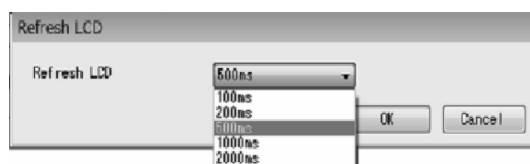

図80
③ 図80のように、「Refresh LCD」の右側の矢印をクリックしてドロップダウンリストの中から設定する周期を選択してください。